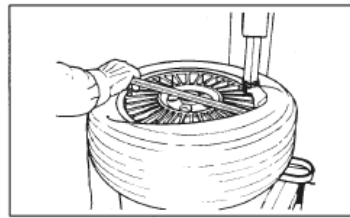

Рис. 24
- F.** Вставьте шиномонтажную лопатку под борт и заведите ее на монтажно-демонтажную головку. Поднимите борт на монтажный палец головки. Чтобы облегчить эту операцию, левой рукой, с противоположной головке стороны колеса, опустите борт покрышки вниз. Если нужно, после укладки борта на монтажный палец, лопатку можно убрать (рис. 24).